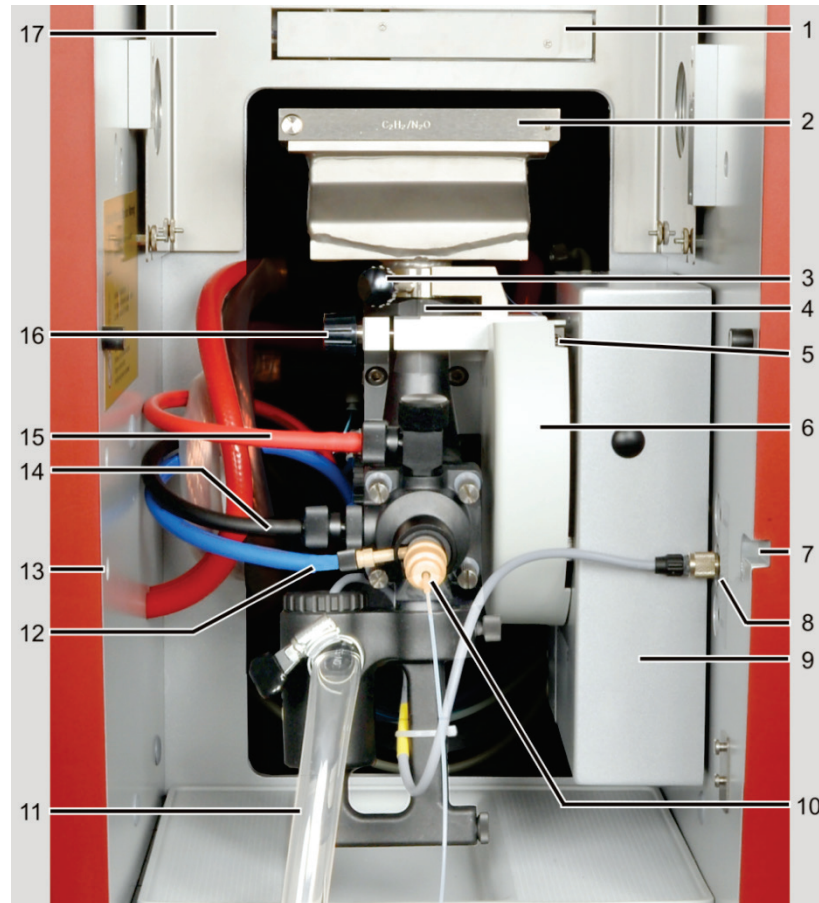

Abb. 42 Anschlüsse am Brenner-Zerstäuber-System
Die Mischkammer muss zur Höhenverstellung fluchten, die Markierung muss über der Kante der Haltevorrichtung liegen (4 in Abb. 42 S.68).
- Schlauch für Brenngas (rot) oben am Mischkammerkopf anschließen (15 in Abb. 42 S.68)
- Schlauch für Oxidans (blau) am Zerstäuber anschließen (12 in Abb. 42 S.68)
- Schlauch für Zusatzoxidans (schwarz) seitlich an der Mischkammer anschließen (14 in Abb. 42 S.68)